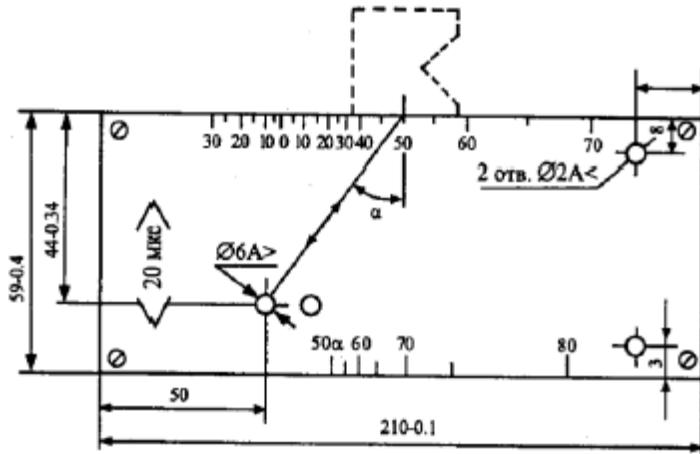

Рисунок 2. Стандартный образец СО-2
Рисунок 2 - Измерение выпуклости (вогнутости) стыкового шва (г)при различном уровне наружных поверхностей деталей, вызванном смещением при сборке соединения под сварку
2. На эскизе (рис. 2) дать схему расположения сканера на эталоне 3 для определения центра излучения сканера, если положение точки выхода луча не известно, при этом имейте ввиду, что точка выхода луча (центр излучения сканера) расположена на сканере напротив центра полуокружности стандартного образца 3 при установке сканера в положение, при котором амплитуда эхо-сигнала от вогнутой поверхности максимальна.